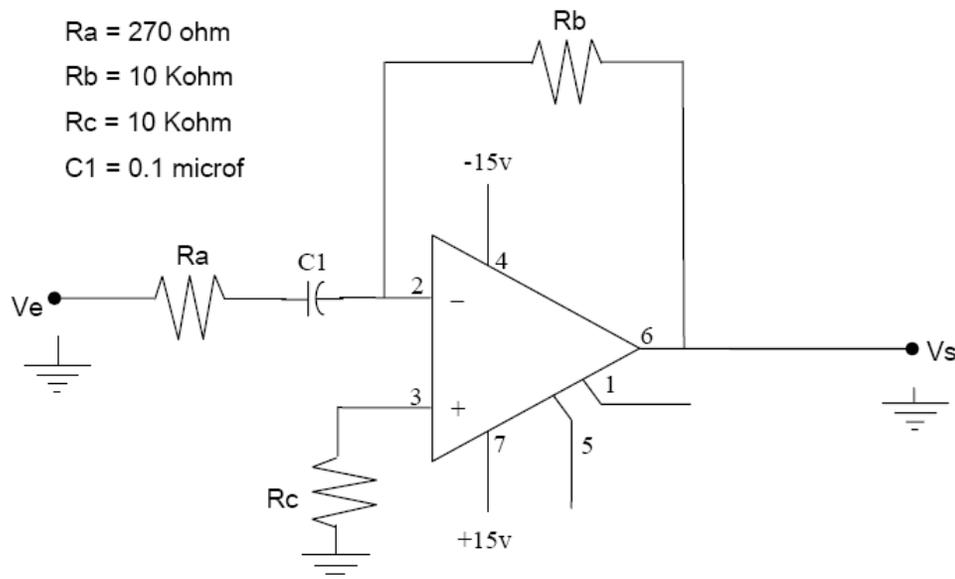

Figura 1
1. Armar el circuito de la figura 1